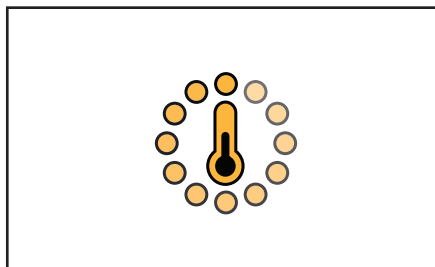

Fig. 4.12 - Icono del calentamiento
3. El icono del calentamiento (termómetro en movimiento) se visualiza en el touch screen (fig. 4.12).